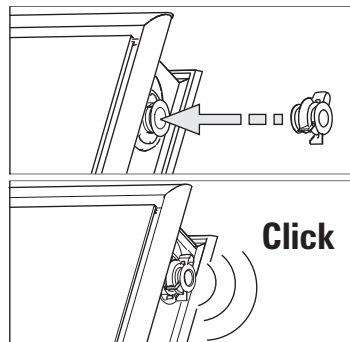

Fig. 3-30 Mise en place des bouchons d'extrémité
4. Enfoncez les bouchons de terminaison dans les tubes de raccordement de capteur encore ouverts jusqu'à ce que les pinces de fixation s'enclenchent (fig. 3-30).